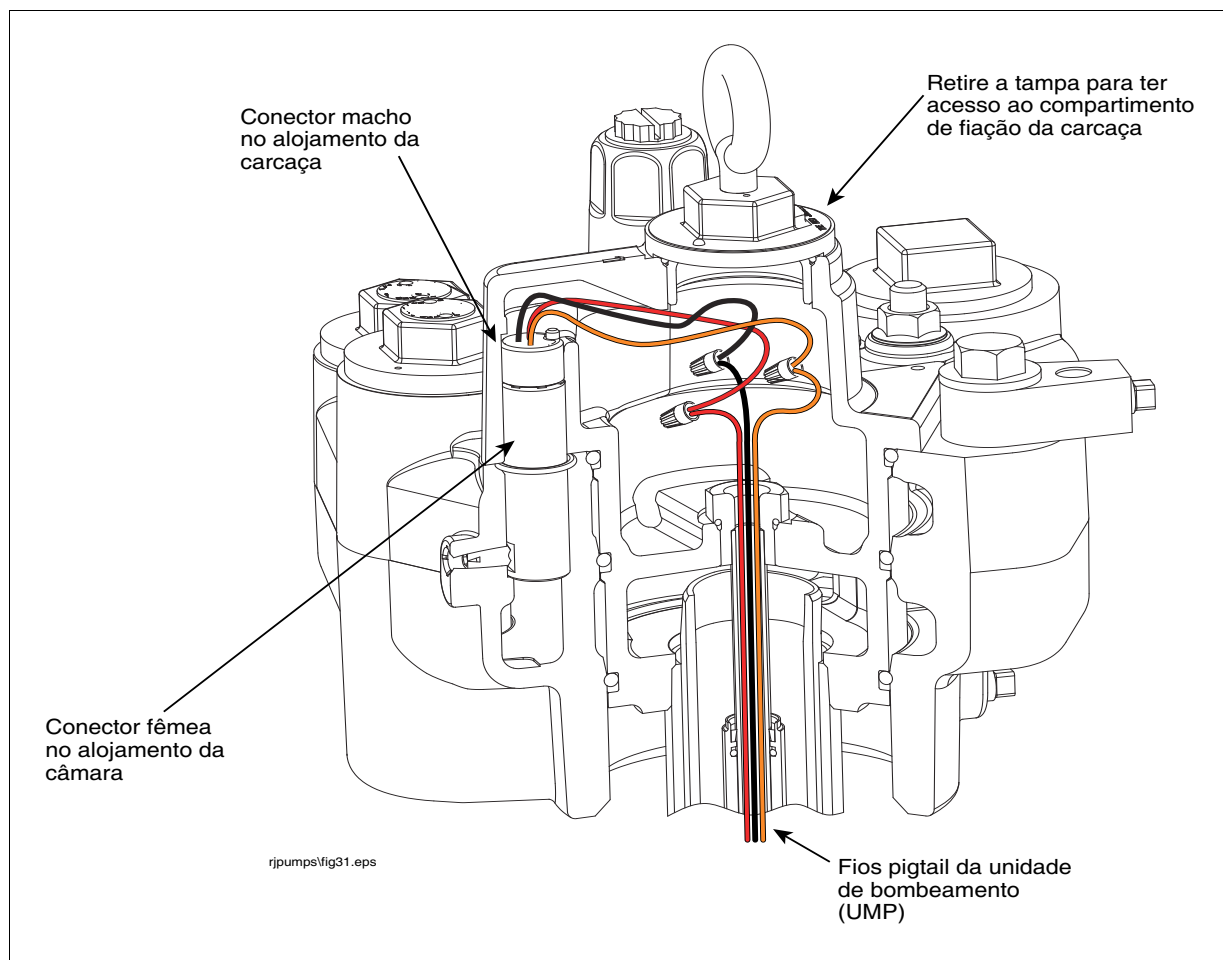

Figura 14. Conexão da unidade de bombeamento (UMP) à fiação da carcaça
13. Emende os fios da unidade de bombeamento (UMP) com os fios de cores iguais do conector macho. Use protetores de emenda. Depois de concluir a emenda dos fios, enrole-os de maneira organizada dentro do compartimento de fios da carcaça (ver Figura 14).